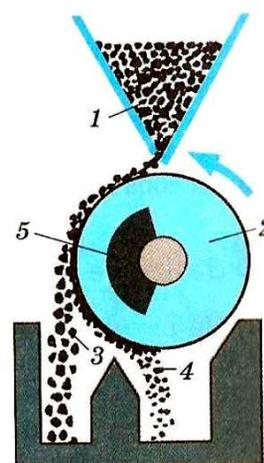

Рис. 2.
Получение муки – трудоемкий и длительный процесс. И прежде, чем мука попадет в магазины и хлебопечные фабрики, зерно проходит через множество переработок. При уборке урожая в зерно нередко попадают мелкие металлические частицы – стружка, сколы, минералы, окалины, части гвоздя и т.д. Из-за крайне малого размера в обычном зерноочистительном сепараторе такие частицы не способны полностью выделиться. Именно поэтому зерно необходимо подвергнуть обработке магнитным сепаратором. Магнитный сепаратор для зерна представляет собой устройство с металлическим корпусом (рис. 2). В верхней его части имеется специальный приемный люк (1), куда осуществляется подача зерна с ферромагнитными примесями. Зерно попадает на барабан (2), внутри которого размещен магнит (5). При движении барабана зерно подается в выходной отсек (3), а ферромагнитные частицы отклоняются и переносятся в отдельный контейнер (4).